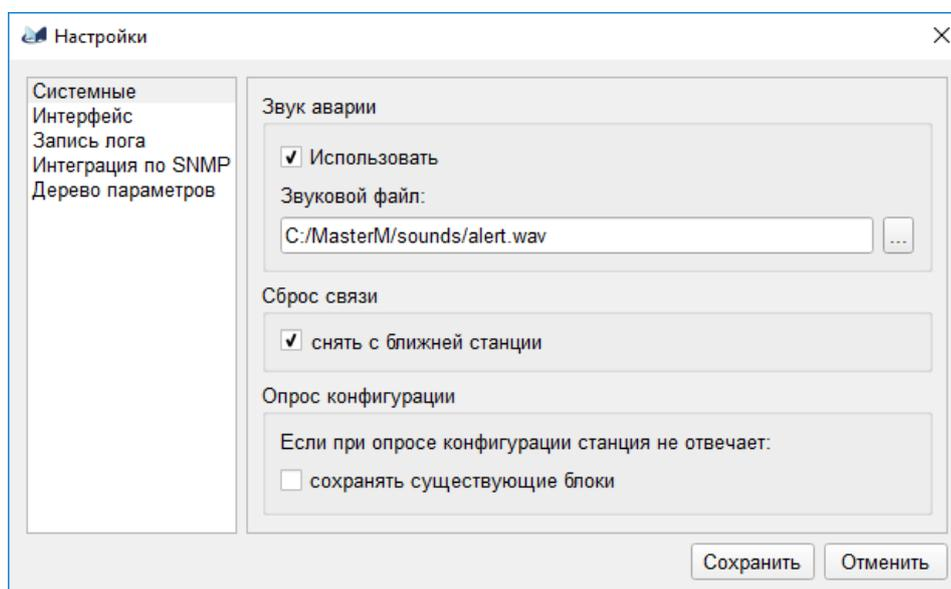

Рис. 11
3.5.2.1. Раздел "Системные" диалогового окна настроек (рис. 11) содержит следующие области: